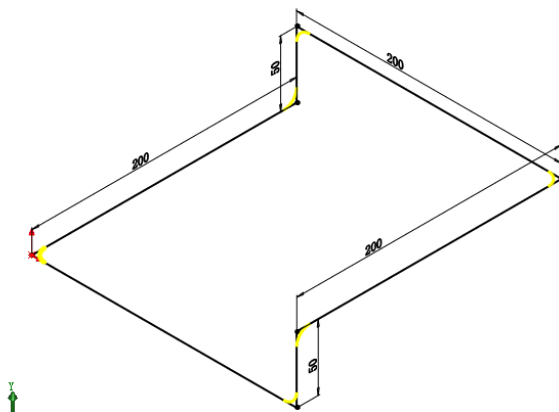

图 3-50 选择圆角边
(4) 圆角操作。单击“草图”工具栏中的 (绘制圆角) 按钮, 或执行“工具”→“草图工具”→“圆角”菜单命令, 弹出“圆角”属性管理器, 并在图 3-50 中依次选择圆角端点。